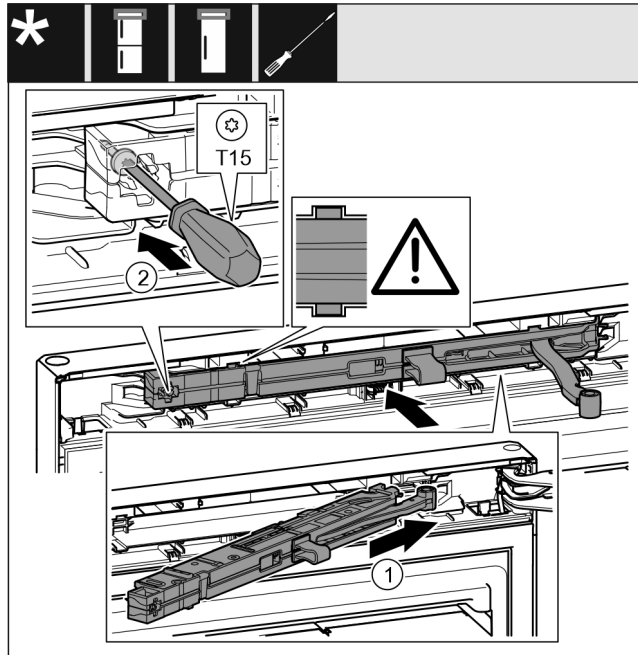

Fig. 41
- Shtyni pjerrtas deri në fund brenda në fole njësinë e amortizatorit të mbylljes Fig. 41 (1), në anën e bazamentit mbështetës.
- Mbërtheni fort vidën Fig. 41 (2) me një kaçavidë.